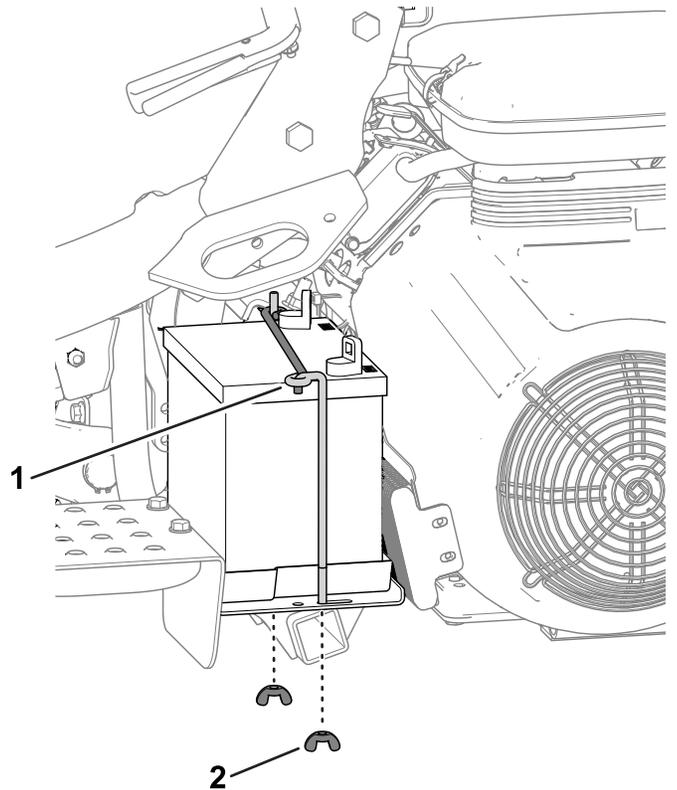

Figura 35
2. Retire las tuercas de orejeta y las varillas que sujetan la batería a la plataforma (Figura 35) y retire la batería.
5. Coloque la batería en la bandeja y sujétela con las varillas y las fijaciones que retiró anteriormente (Figura 35).